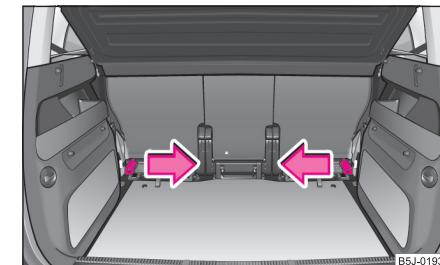

Abb. 9 Gepäckraum: Befestigungskeile herausnehmen
- Fassen Sie den Befestigungskeil Abb. 9 und nehmen Sie diesen durch Ziehen in Pfeilrichtung heraus. Beim Ausbauen des Befestigungskeils auf der anderen Seite des Gepäckraums gehen Sie auf gleiche Weise vor.